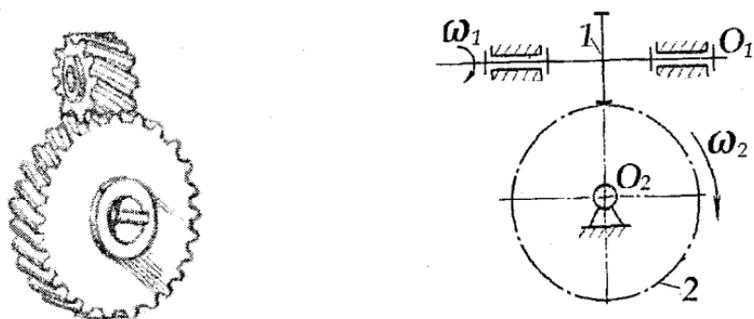

Рис. 5. Вид и схема винтовой передачи
- 2) винтовые (рис. 5), колёса которых нарезаны как косозубые, но с большим углом наклона зубьев;